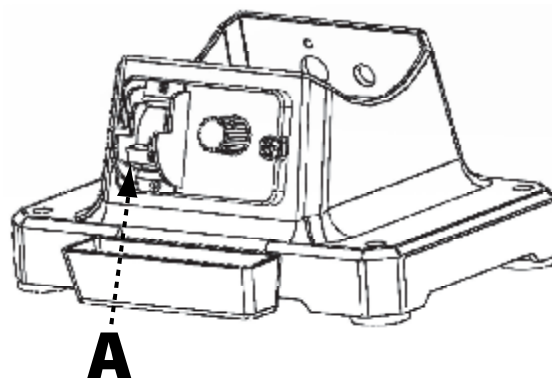

FIGURE 6
L'interrupteur on/off (marche/arrêt) (A) est situé à l'avant de la meuleuse/affûteuse. Voir Figure 6. Pour mettre l'appareil sur « ON » (Marche), déplacez l'interrupteur vers la position « ON » (Marche). Pour mettre l'appareil sur « OFF » (Arrêt), déplacez l'interrupteur vers la position « OFF » (Arrêt).